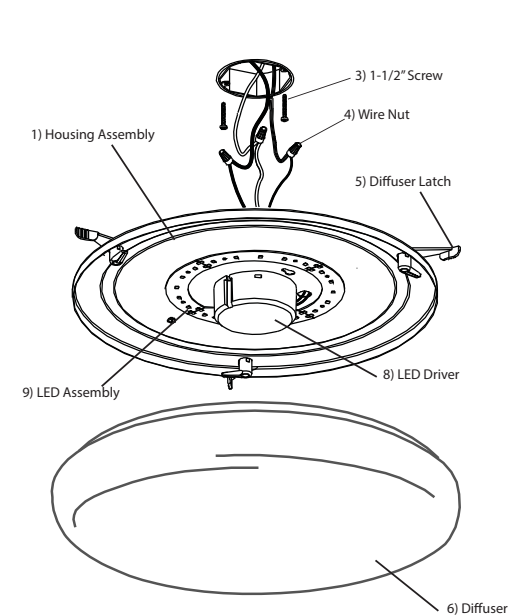
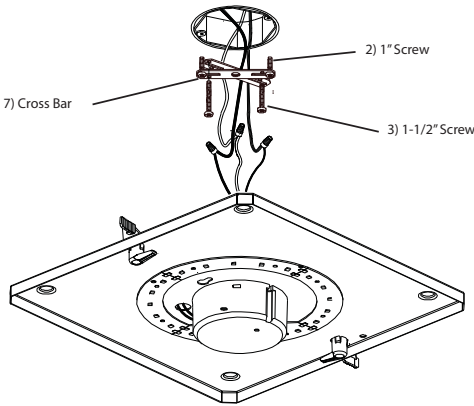

Figure 1
Figure 2
1. Retirez le diffuseur (6) en faisant pivoter ses loquets (5) vers l'extérieur (à l'écart) de l'ensemble de boîtier (1). Retirez le ou les emballage(s) des pièces. Vérifiez qu'aucune pièce ne manque. Voir « Liste d'emballage du dispositif » à la page 2. Note: Couper le courant électrique au fusible ou au disjoncteur! 2a. Version Ronde- Posez deux vis de 1-1/2 po (3) dans les trous filetés de la boîte de jonction, la tête des vis étant à 1/4 po du plafond. Voir la Fig. 1. 2b. Version Carrée- Installer la traverse (7) à la boîte de jonction à l'aide de deux vis de 1 po (2). Poser les deux vis (3) restantes à environ ½ po dans les trous les plus éloignés des extrémités de l'autre traverse. Voir la Fig. 2. 3. S'assurer que les fils noir, blanc et vert sont bien sortis à l'arrière de l'appareil. Retirer le diffuseur de plastique si installé. MISE EN GARDE POUR LE CÂBLAGE ET LE MODE D'EMPLOI DE L'APPAREIL: Connecter l'appareil à des fils d'alimentation calibrés pour au moins 90°C (194 °F). Note: Une aide peut être nécessaire afin de supporter l'appareil lors du câblage. 4. L'alimentation coupée, soutenir fermement le bloc boîtier (1) et connecter le fil de terre vert de l'appareil au fil de terre nu en cuivre de la boîte de jonction à l'aide d'un capuchon de connexion (4). (Si le câblage d'alimentation ne comprend pas un fil de mise à la terre, consulter votre code d'électricité local et vérifier les méthodes conformes de mise à la terre). POUR ASSURER UN BON RACCORDEMENT, METTRE LE CAPUCHON SUR LES FILS ET TOURNER DANS LE SENS DE ROTATION HORAIRE JUSQU'À CE QUE LA CONNEXION SOIT SOLIDE. 5. Employer les capuchons de connexion (4) pour connecter le fil noir de l'appareil au fil noir d'alimentation et le fil blanc au fil blanc d'alimentation. 6. Tenir le bloc boîtier d'une main et de l'autre placer les fils dans la boîte de raccordement. 7. Aligner les fentes en trou de serrure du bloc boîtier de l'appareil sur les têtes de vis déjà installées dans la boîte de jonction, soulever l'appareil, le tourner dans le sens opposé aux aiguilles d'une montre et serrer les vis pour fixer solidement le bloc boîtier au plafond 8. Installer le diffuseur (6), placez la bride du diffuseur à l'intérieur de l'ensemble de boîtier (1) et faites pivoter les loquets du diffuseur (5) vers l'intérieur pour attirer lediffuseur (6).
- 2a. Round Version- Install two 1-1/2" Screws (3) into threaded holes in junction box with Screw head 1/4" from being flush with the ceiling.- See Fig. 1
- 2b. Square Version- Install Crossbar (7) to junction box with two 1" Screws (2). Install two 1-1/2" screws (3) approximately 1/2" into holes furthest to ends of other Cross bar. See Fig. 2.
- 2a. Versión Rejilla- Instale dos tornillos de 1-1/2" (10) en los agujeros roscados en la caja de ensambladura con la cabeza de tornillo a 1/4" hacia abajo del techo. Vea Fig. 1.
- 2b. Versión Cuadrada- Instale la Barra Transversal (7) a la caja de ensambladura con dos Tornillos de 1" (2). Instale los dos tornillos (3) restantes a aproximadamente 1/2" en los agujeros más lejanos de los extremos de la otra Barra Transversal. Vea Fig. 2.